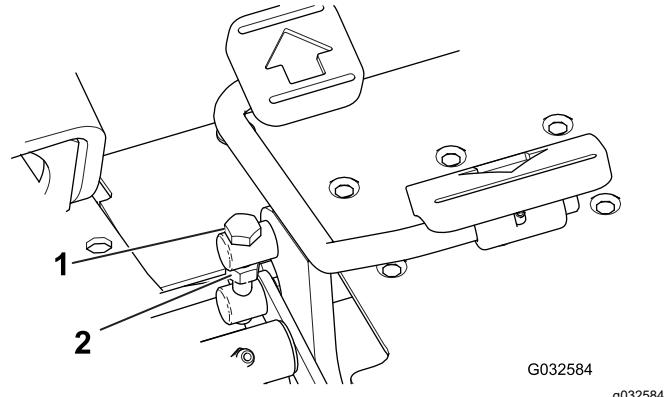

Figura 49
1. Afloje la contratuerca del perno de tope, situado en el lateral del pedal de tracción (Figura 49).